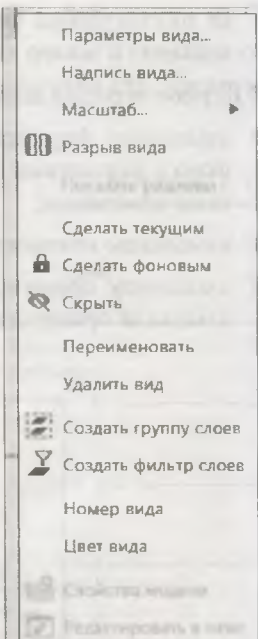

Рис. 14.3. Контекстное меню вида
- ◆ вызовите контекстное меню (рис. 14.3), нажав ПК мыши на Вид 2;
- ◆ в **Дереве чертежа** из контекстного меню В видах 2 (рис. 14.3) вызовите команду **Масштаб**. Раскроется список масштабов. Выделите нужный — система автоматически изменила масштаб;